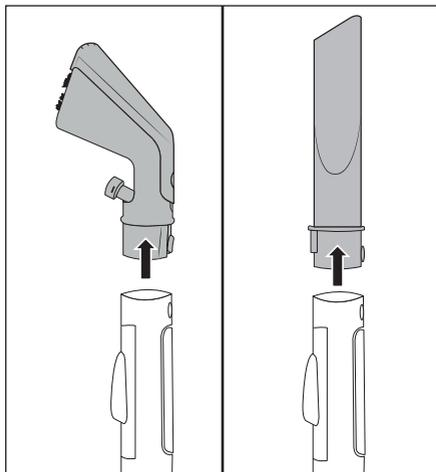

Fig. 8
- ◆ Pulse el botón de bloqueo 25/32 y retire la boquilla para tapicería 22 o la boquilla rinconera 29 del tubo de rociado/aspiración 19 (consulte la fig. 8).